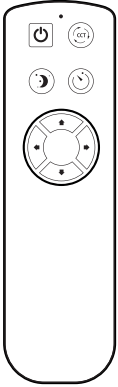

Рис.2. Функции пульта дистанционного управления
3. Разметьте и просверлите отверстия, вставьте в них пластиковые дюбели ③.
4. Пропустите питающий провод ④ в отверстие в корпусе светильника
5. Закрепите корпус светильника на потолке шурупами ⑤, вкрутив их в пластиковые дюбели ③.
6. Подключите обесточенный кабель электропитания от сети ~220В к клеммной колодке ⑥. Соблюдайте порядок подключения проводов: фаза - L, ноль - N, заземление - Ⓧ.
7. Слегка изогните рассеивающий экран ① и установите его в корпус светильника ②.
9. Светильники с индексом R комплектуются пультами дистанционного управления. Назначение кнопок пульта приведено на Рис.2.